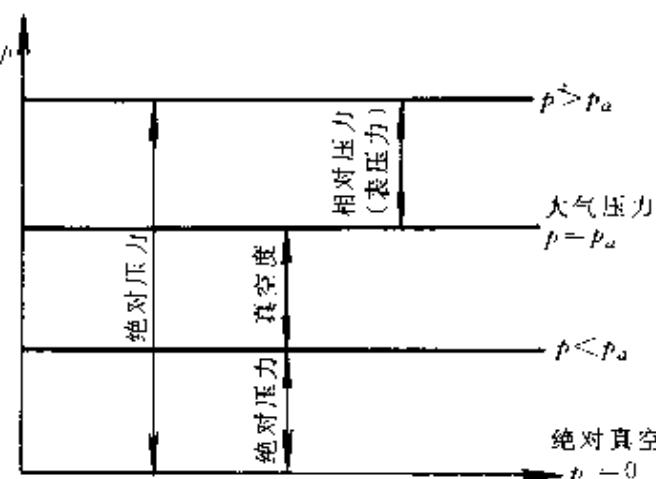

图 1-2 绝对压力、相对压力和
(2) 相对压力 以大气压力为基准测得的高出大气压的那一部分压力称为相对压力。通常，压力计所指示的压力是相对压力。
(3) 绝对压力 以绝对真空为基准测得的压力称为绝对压力。
(4) 真空度 如果作用在液体某处上的绝对压力小于大气压力时，绝对压力比大气压力小的那部分数值，叫做该点的真空度。
(5) 大气压力、相对压力、绝对压力和真空度间的关系 它们间的关系如图 1-2 所示。用公式表示则为：